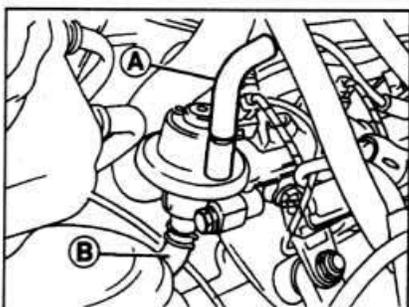

Рис. 4С.13. Расположение вакуумной трубки (А) и возвратной топливной трубки (В) на регуляторе давления.
- Отсоедините электрический разъем с клапана (см. рис. 4С.14).